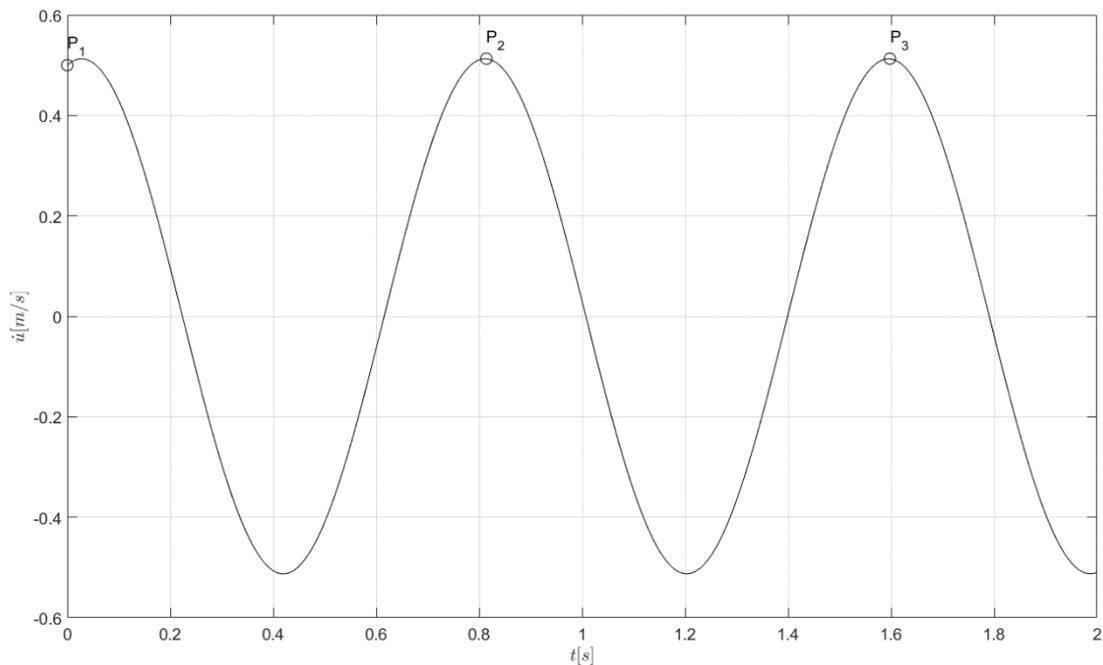

Figura 6
- A Figura 6 apresenta a série temporal de velocidade do sistema após o choque mecânico. As coordenadas dos pontos P_1 , P_2 e P_3 são, respectivamente $(0; 0,5)$, $(0,814; 0,513)$. Determinar o valor da massa m_2 e sua velocidade imediatamente antes do choque.
- e) Calcular o máximo deslocamento das massas após o choque mecânico. Dica: este valor pode ser obtido mais facilmente por meio da análise da Figura 6.